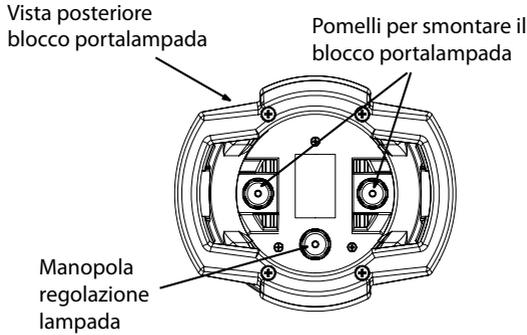

Fig.4
- Svitare il blocco portalampana tramite i due pomelli (fig.4).
La manopola posta sul retro del sagomatore PFZ715 permette di regolare il bollo (fig.4).